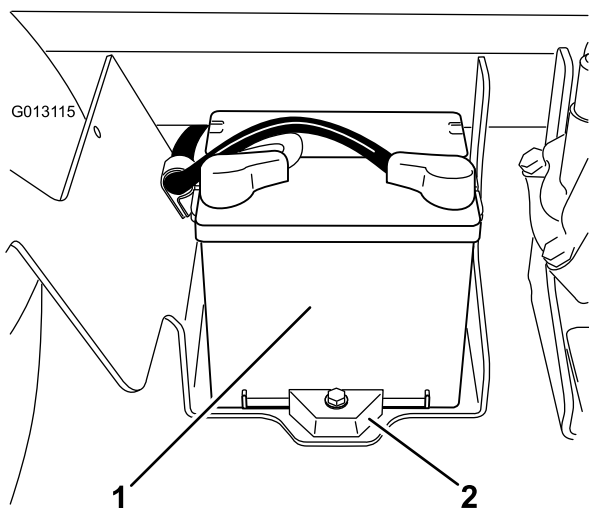

Рисунок 57
2. Аккумулятор находится с правой стороны машины позади насоса (Рисунок 57).
5. Снимите фиксатор и крепежные элементы аккумулятора (Рисунок 57).
2. Установите фиксатор аккумулятора и закрепите его крепежными элементами, снятыми ранее (Рисунок 57).
4. Установите крышку аккумулятора и закрепите ее 2 ручками (Рисунок 57).
1. Ослабьте ручки с обеих сторон коробки аккумулятора и снимите крышку аккумулятора (Рисунок 57).